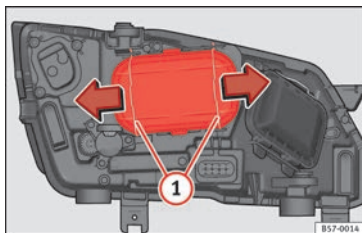

Fig. 102 Nel vano motore: estrarre il coperchio.
2. Far scorrere i tiranti » **fig. 102** (1) nel senso della freccia e sfilare la chiusura.